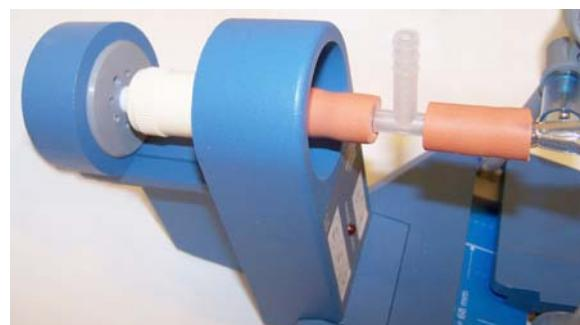

Fig. 4
- Raccorder la vanne d'aération à la pièce en T à l'aide du tuyau court, puis raccorder l'ensemble au tube en verre à l'aide du second tuyau court. Introduire la vanne d'aération dans le trou centrale du support de tube (cf. Fig. 4 et 5).